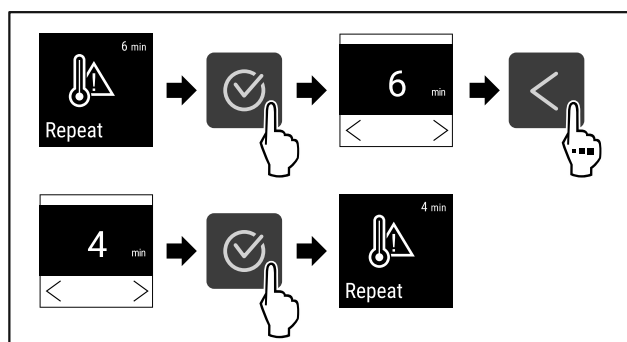

Fig. 129
- Stappen (zie Fig. 129) uitvoeren.